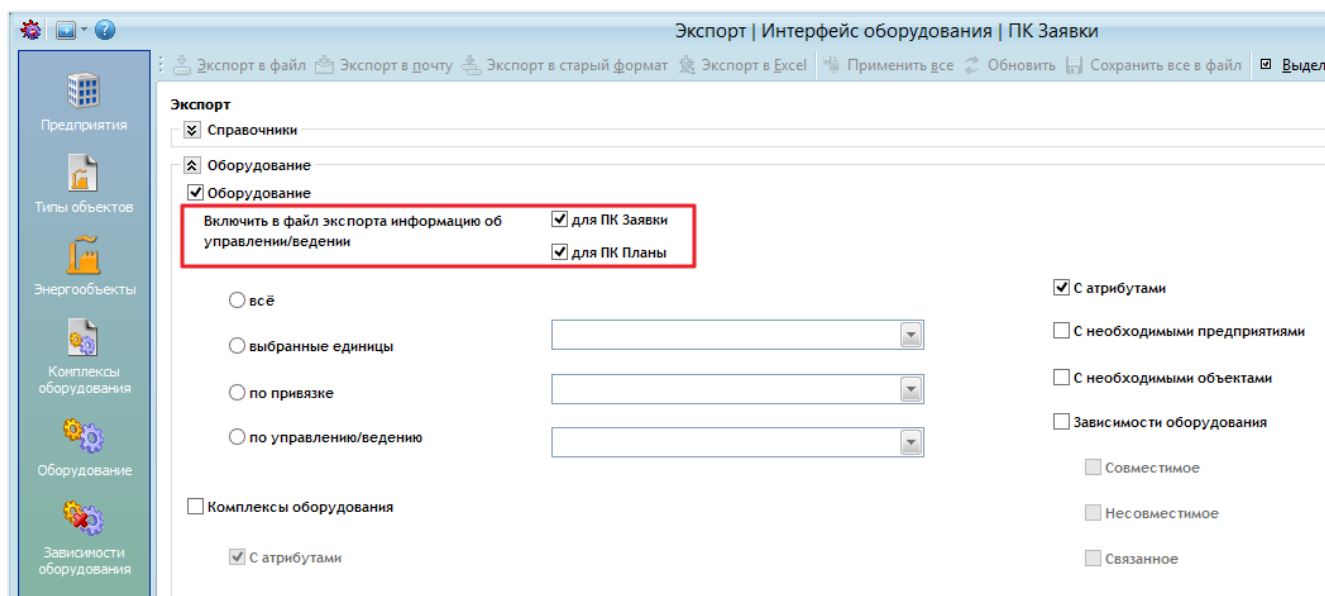

Рисунок 19.21 – Экспорт оборудования с информацией об управлении / ведении
- «Включить в файл экспорта информацию об управлении / ведении: для АСУРЭО и для ПК «Планы» - в файл экспорта вносится оборудование с информацией об управлении / ведении для выбранного оборудования в зависимости от принадлежности к задаче (см. раздел «6.6 Определение принадлежности к задаче») (Рисунок 19.21).